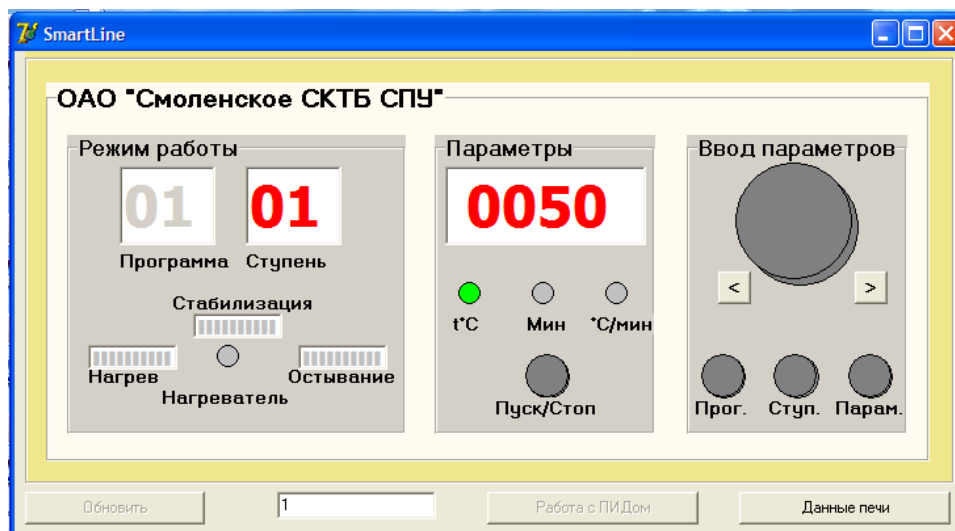

Рис. 12
- 4.16 Для запуска печи из программы SmartLine нажмите кнопку “Пуск\Стоп”, при этом рамка основного окна окрашивается в желтый цвет. В это время происходит передача основных данных в печь из программы. и ожидание ответных данных о работе печи. (рис. 12). В это время не рекомендуется нажимать кнопку “Пуск\Стоп” повторно.